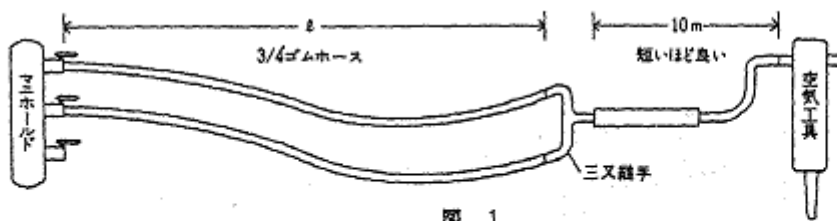

図 1
- ① ゴムホースを1” (φ25mm)または2” (φ50mm)とする。
- ② 3/4” (φ19mm)ホースをダブルに使用する。(図1)